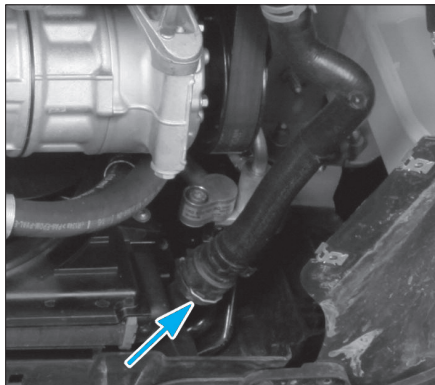

Fig. 20
- Débrancher la durit du radiateur additionnel pour le système de suralimentation (Fig.20).